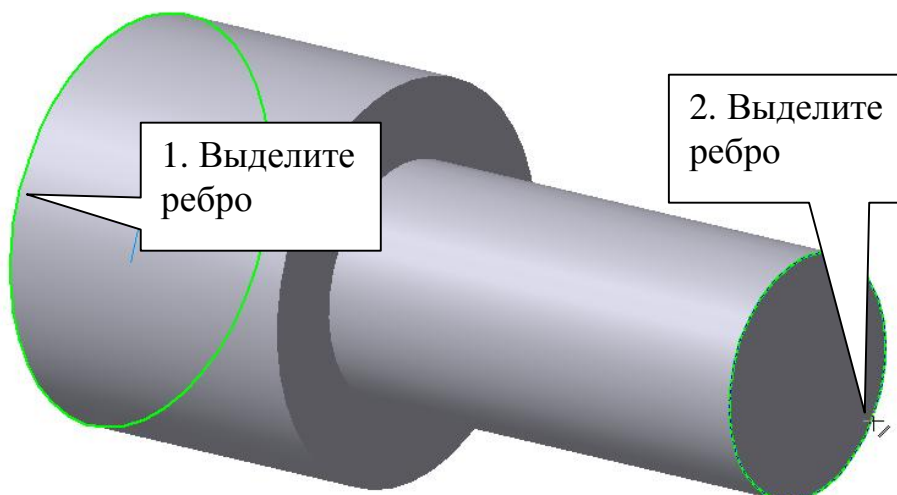

Рис. 95
- Для выполнения двух фасок с одинаковыми параметрами «2×45°» выделите первое ребро, нажмите клавишу [Ctrl] и, не отпуская ее, выделите второе ребро, рис. 95. Выполните команду **Фаска**  с параметрами: построение по стороне и углу , длина «2», угол «45».